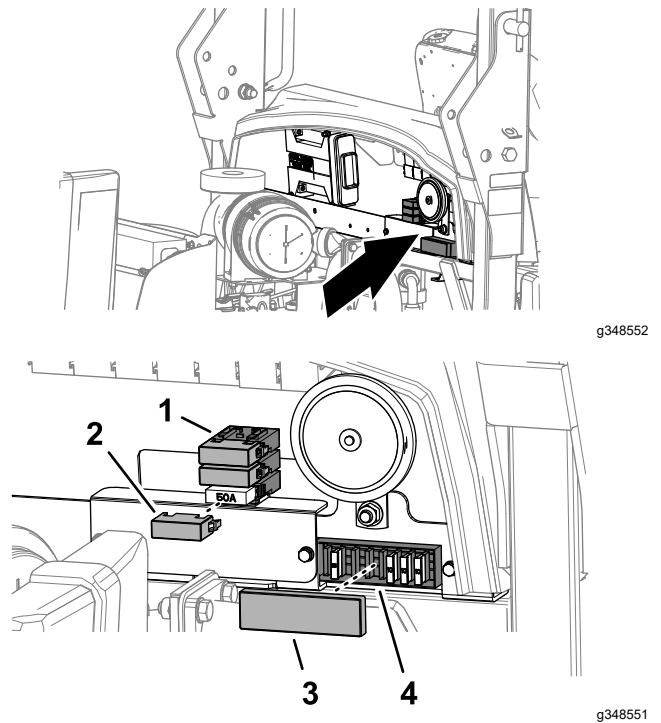

Bild 71
3. Entfernen Sie auf der Rückseite der Spritzwand die Abdeckung des Sicherungskastens (Bild 71).
6. Installieren Sie die Sicherungskastenabdeckung (Bild 71).